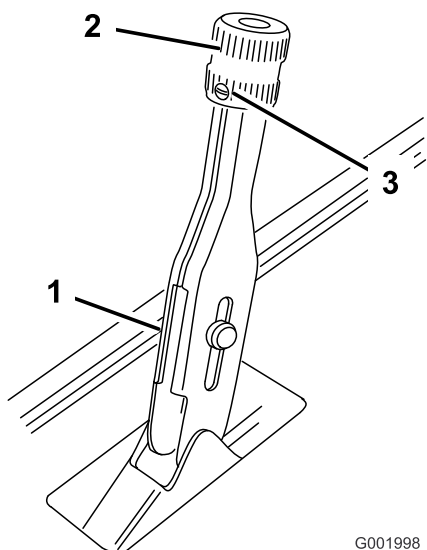

図 60
1. ブレーキレバーに調整ノブを固定している固定ネジをゆるめる(図 60)。